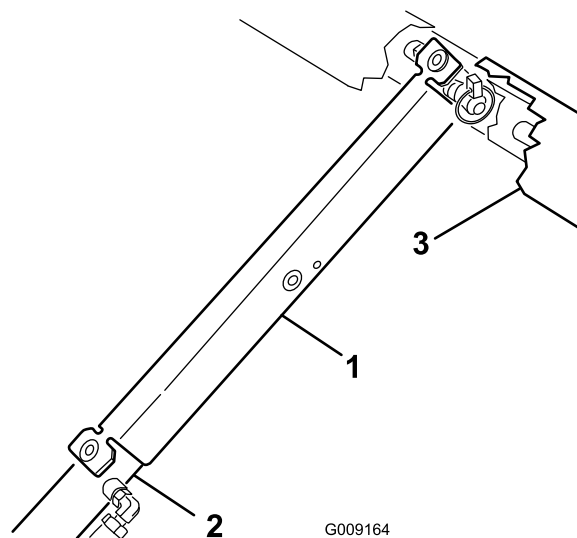

図 2
- C. サポートをシリンダロッドにはめ込み、サポートの端部でシリンダバレルの端とシリンダロッドの端を確実に支える 図 2。